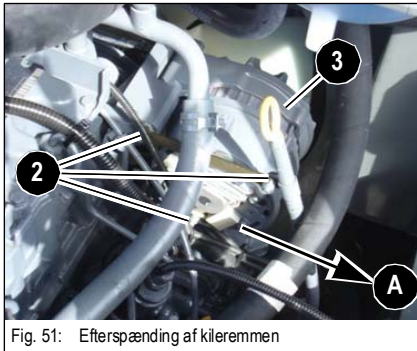

Fig. 51: Efterspænding af kileremmen
- ☞ Tryk vekselstrømsgeneratoren i pilens retning **A** ved hjælp af et egnet hjælpemiddel, indtil den rigtige kileremsspænding opnås (fig. 51)